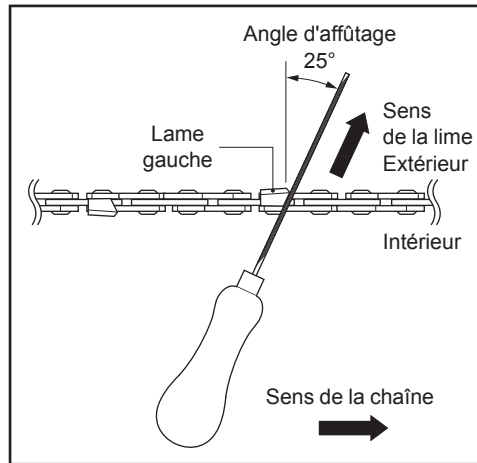

Fig. 48
5. Limer perpendiculairement au guide-chaîne, à un angle de 25° par rapport au sens du mouvement (Fig. 48).